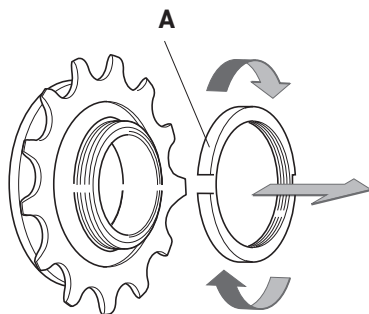

Fig. 10
- Retirer la bague (A - Fig. 10) du moyeu en la dévissant dans le sens des aiguilles d'une montre.